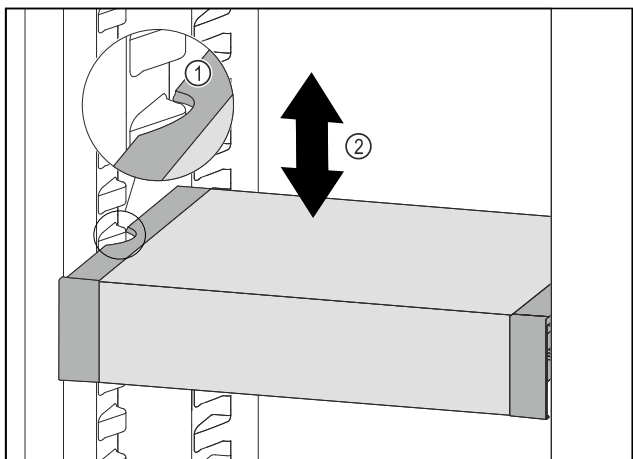

Fig. 60
- ▶ Tõmmake VarioSafe'i ettepoole, kuni VarioSafe'i külgmised väljalõiked asuvad jahutusosas anumaribi kõrgusel. Fig. 60 (1)
- ▶ Liigutage VarioSafe'i jahutusosas ülespoole või allapoole, kuni on saavutatud soovitud kõrgus. Fig. 60 (2)